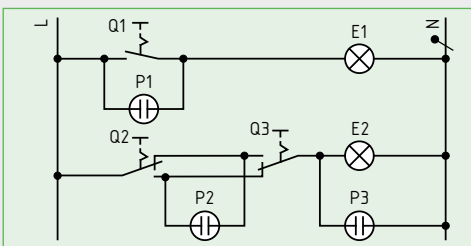

Bild 3: Meldeleuchten in Stromlaufplänen
7. Welche Aufgabe haben die Meldeleuchten P1, P2 und P3 in **Bild 3**?